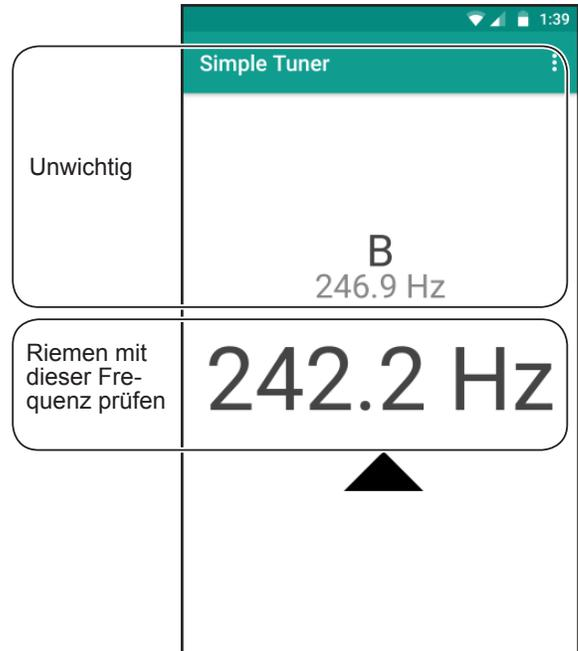

Abb. 140: Android: App „Simple Tuner“
5. Die Riemenführung um die Riemenscheiben notieren. Den alten Riemen abnehmen und den neuen Riemen auflegen. Informationen zur Riemenführung siehe Fig. 140 on page 97.